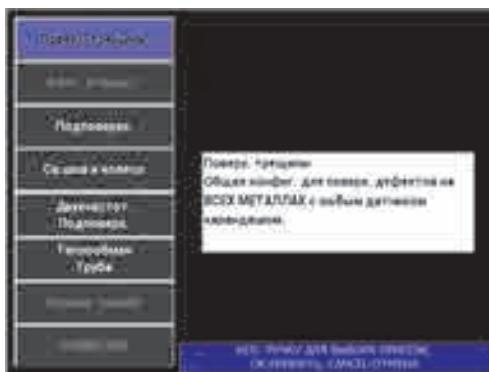

Рис. 5-89 Выявление поверхностных трещин
2. Нажмите клавишу меню ADV SETUP (), затем выберите **ВЫБОР ПРИЛОЖ.** (клавиша A), чтобы открыть меню выбора приложений. С помощью ручки регулятора выберите **Поверх. трещины** и нажмите  для подтверждения (см. Рис. 5-89 на стр. 195).